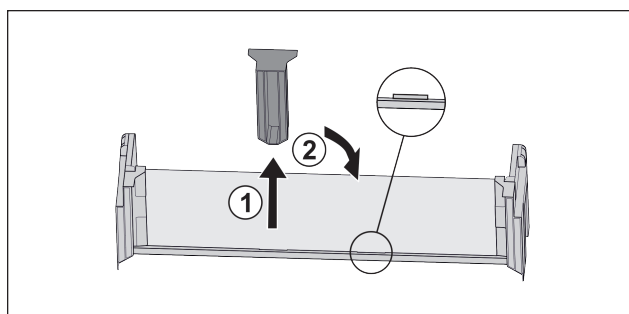

Fig. 20
- ▶ 拉出中间的定位件 Fig. 20 (1)。
- ▶ 将中间的定位件插入第二个位置 Fig. 20 (2)。